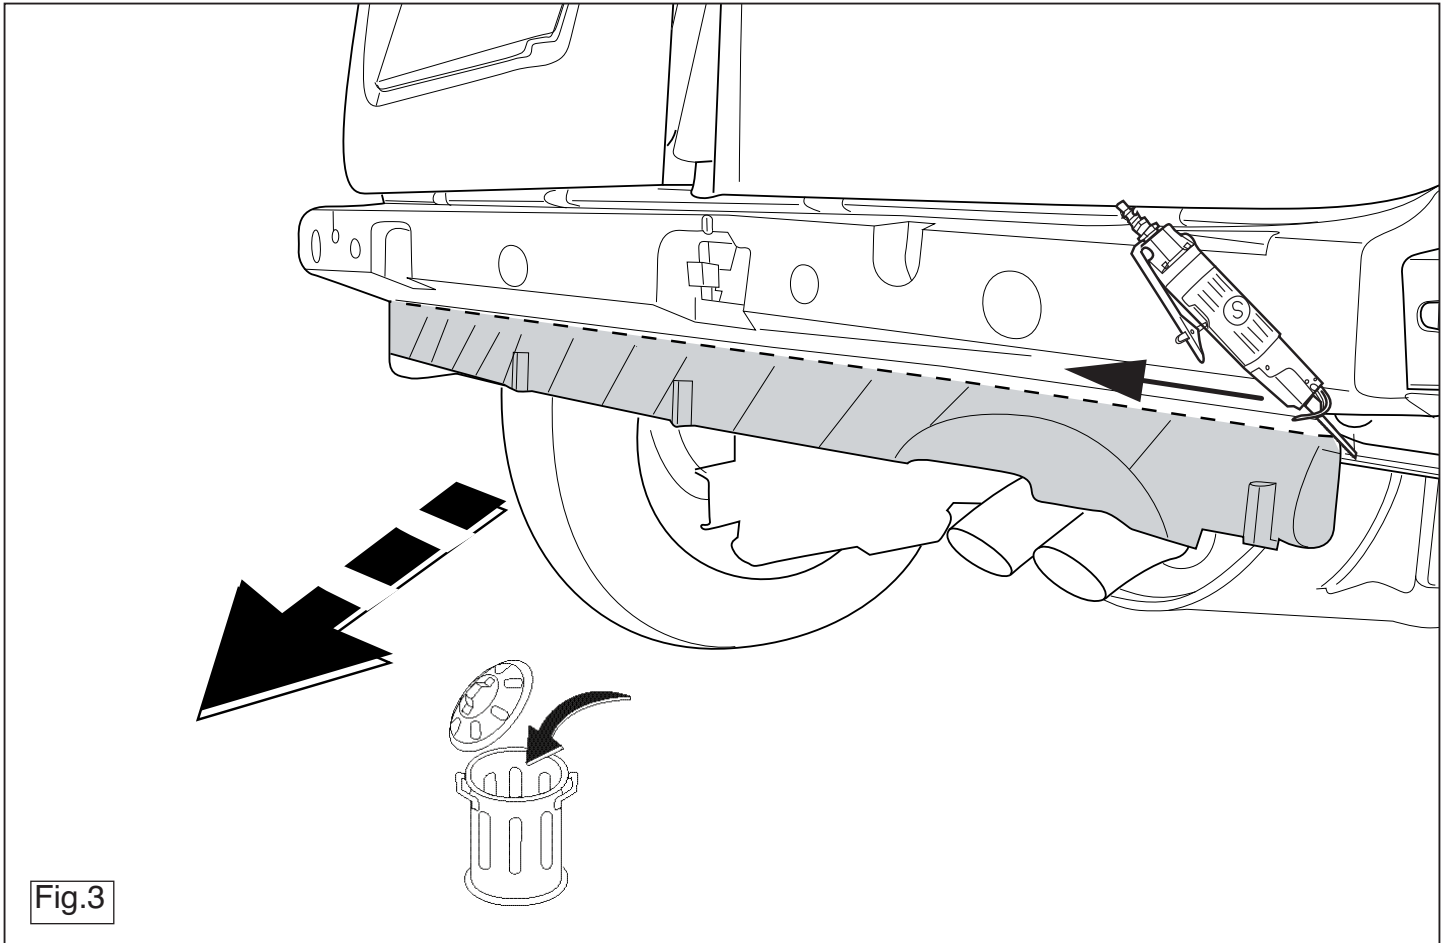

Fig.3
4. **Для автомобилей Be Wop/Express Compact:** Выпилить обозначенную часть, как указано на рис. 3.